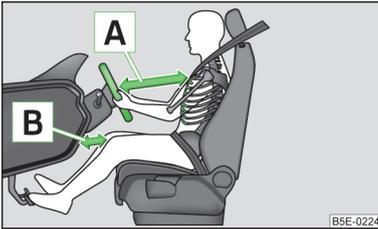

Abb. 113
- Das Lenkrad so einstellen, dass der Abstand zwischen Lenkrad und Brustbein mindestens 25 cm beträgt **A** » Abb. 113. Den Abstand der Beine zur Schalttafel im Bereich des Knieairbags so einstellen, dass dieser mindestens 10 cm beträgt **B**. Wenn Sie den Mindestabstand nicht einhalten, kann Sie das Airbag-System nicht schützen - Lebensgefahr!